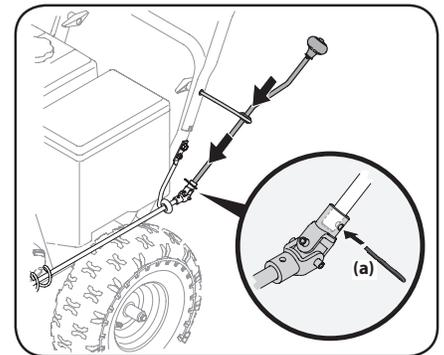

Figura 2-13
2. Inserte el conjunto del control direccional del canal que no está sujeto en el perno de ojo en el lado izquierdo del conjunto de la manija. Consulte Figura 2-13.
3. Se deben alinear los orificios que están en el extremo del conjunto del control direccional del canal que no está sujeto con los orificios de la junta universal que está sujeta al conjunto del control direccional del canal inferior. Inserte el pasador de chaveta (a). Consulte Figura 2-13. Si es necesario, se puede ajustar el soporte que sujeta el conjunto del control direccional del canal inferior a la base del canal. Consulte Ajuste del soporte del canal en la sección Servicio de la página 10.